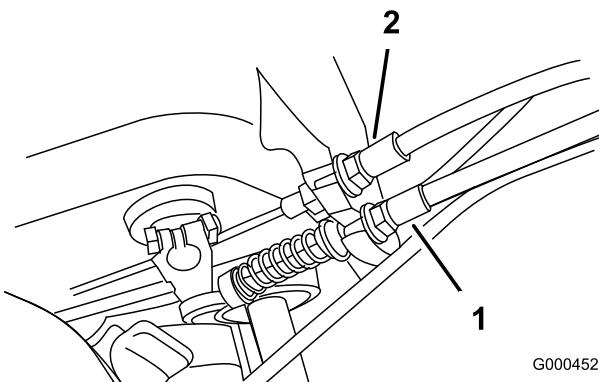

Figura 42
2. Per aumentare la tensione del cavo allentate il controdado del cavo anteriore e serrate il controdado del cavo posteriore (Figura 42) finché non occorre una forza di 5,4 – 7,3 kg. per innestare il comando della trazione.